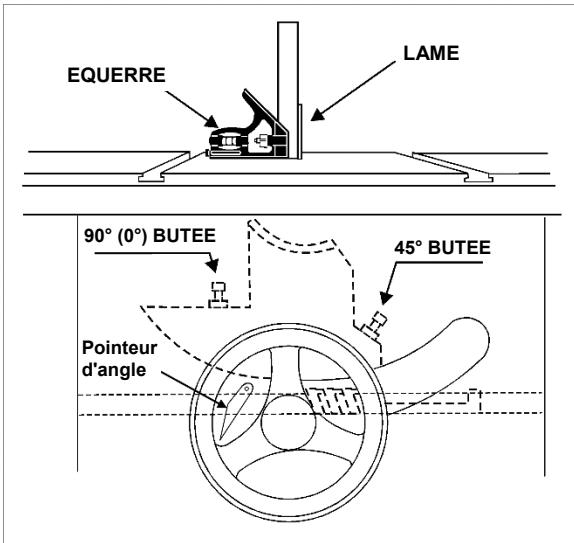

Figure 8-5 : butées de lame
5. Si un réglage est nécessaire, desserrez l'écrou sur la vis de retenue à 90° (figure 8-5) avec une clé de 13 mm et tournez la vis à la bonne hauteur. Vérifiez le réglage et resserrez l'écrou contre le tourillon.
6. Vérifiez la position du pointeur sur l'échelle (Figure 8-5). Si nécessaire, desserrez la vis et ajustez le pointeur sur zéro. Resserrer la vis.
Réglez la butée sur 45° comme indiqué sur la figure 8-5. Confirmer le réglage, puis resserrer l'écrou.